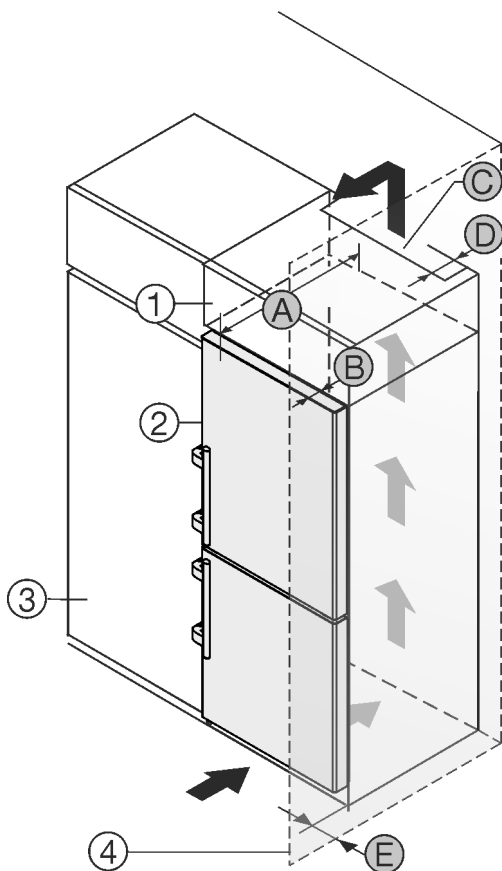

Fig. 2
Můžete přístroj nainstalovat přímo vedle kuchyňské skříňky *Fig. 2 (3)*.*
Na zadní straně nástavné skříňky musí být větrací šachta hluboká *Fig. 2 (D)* přes celou šířku nástavné skříňky.*
Pod stropem místnosti musí být dodržen ventilační průřez *Fig. 2 (C)*.*
Když přístroj instalujete závěsy vedle stěny *Fig. 2 (4)*, musí být vzdálenost mezi přístrojem a stěnou minimálně 57 mm . To odpovídá přesahu madla při otevřených dveřích.*
Aby bylo možné dvířka plně otevřít, musí přístroj přesahovat o hloubku dvířek *Fig. 2 (B)* vůči přední linii kuchyňské skříňky. V závislosti na hloubce kuchyňských skříněk *Fig. 2 (3)* a použití vymezočů odstup od stěny může přístroj vyčnívat dále.*